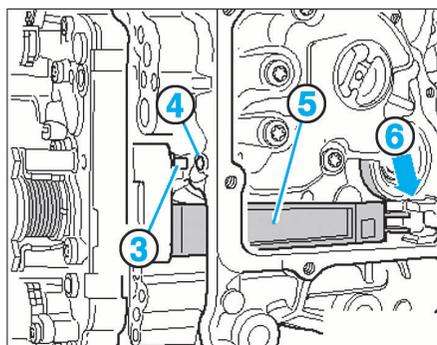

FIG. 22
- veiller à positionner correctement la goupille d'ajustage (3) dans le carter (4) ainsi que le capteur (5) dans le guidage (6) sur le carter de boîte de vitesses (Fig.22).